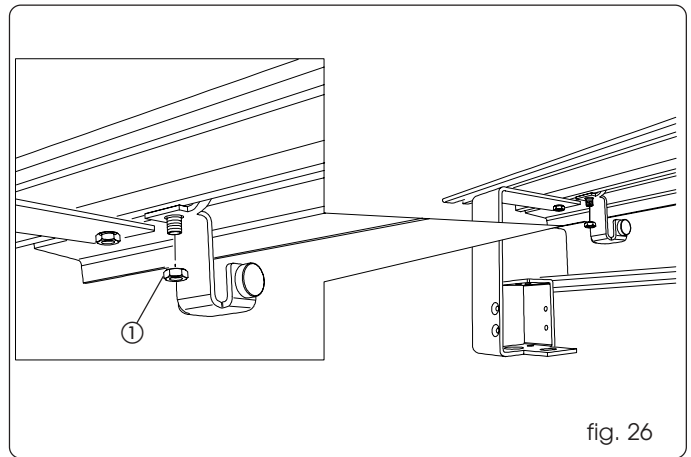

fig. 26
haal de blokkeermoeren van de mechanische aanslagen (fig. 26 ref. ①) los en breng hen naar het uiteinde van de dwarsbalk.